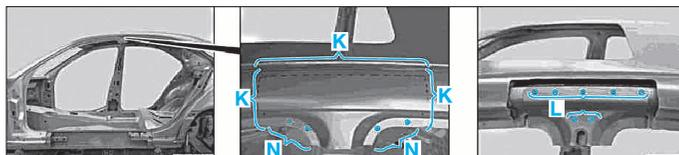

FIG. 61
- Tracer puis découper le montant centrale ligne de coupe (G).
- Fraiser les points de soudure zone (H).
- Fraiser les points de soudure zone (I).
- Tracer sur la partie latérale de pavillon les lignes de coupes (K) (Fig.61).